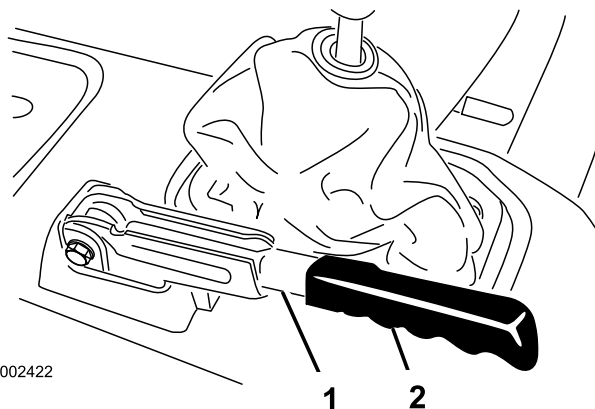

Figura 63
1. Retire la empuñadura de goma de la palanca del freno de estacionamiento (Figura 63).